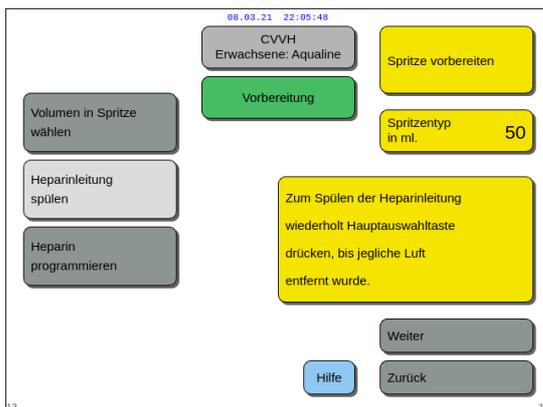

Abb. 67
2. Die *Hauptauswahltaste* so oft drücken, bis die Luft vollständig aus der Leitung entfernt wurde (Abb. 67).